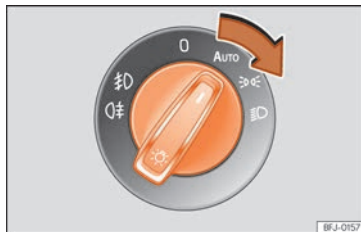

Abb. 70 Instrumententafel: Bedienelement Licht
• Schalten Sie die Zündung ein und stellen Sie den Lichtschalter in die gewünschte Position » » (Abb. 70):